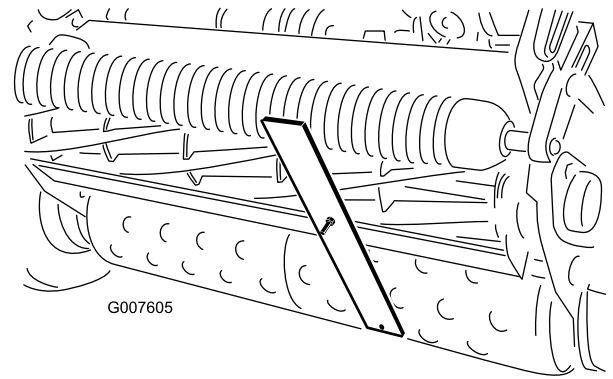

图50
4. 将螺丝头钩在底刀的刀刃上并将调刀尺的后端放到后滚筒上 图50。